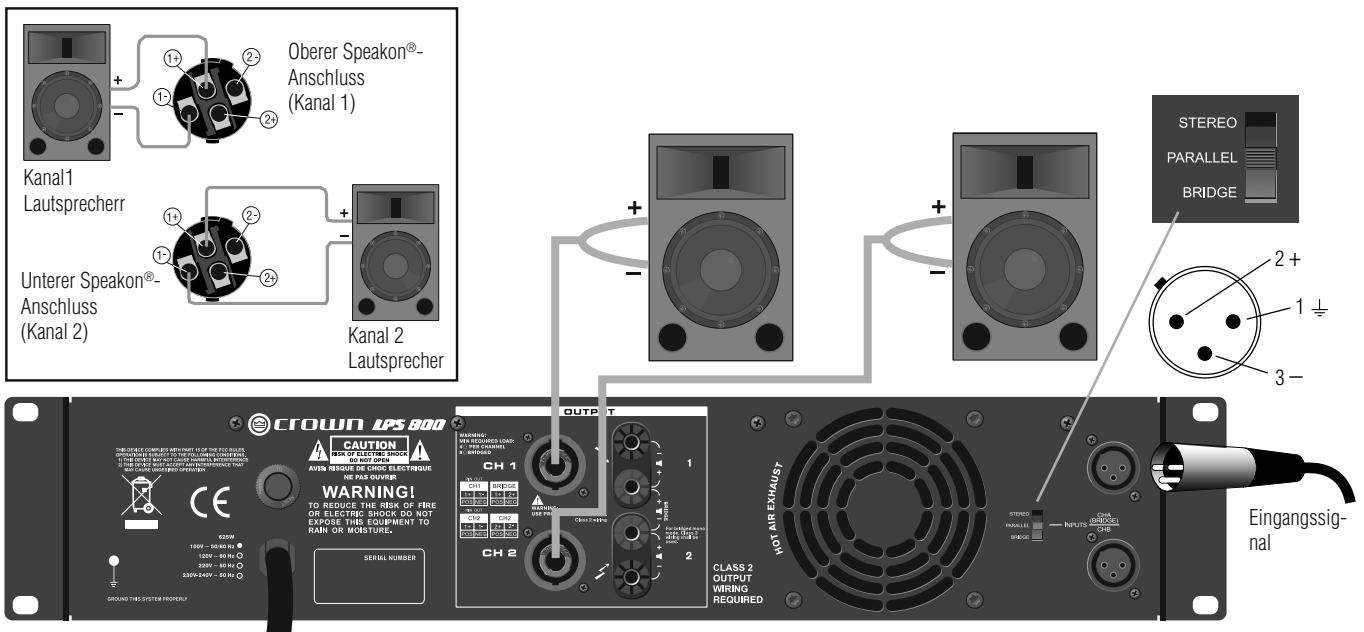

Abbildung 7: Parallele Verkabelung über die Speakon®-Anschlüsse
1. Siehe Abbildung 7. Stellen Sie den Betriebsmoduswähler an der Rückplatte auf PARALLEL.